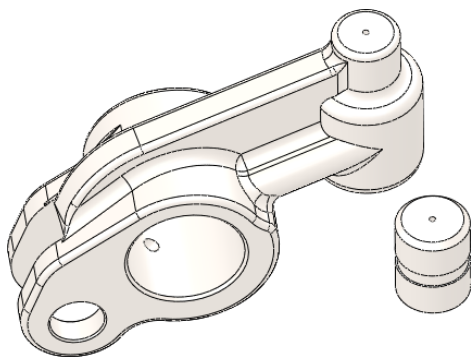

图 16-158 插入插杆零件
- 04 用同样的方法插入“插杆 2.sldprt”零部件，如图 16-158 所示。